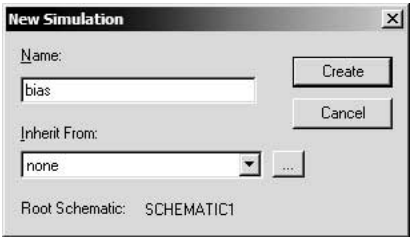

Bild 2.3: Das Fenster NEW SIMULATION. Eintrag zum Anlegen des Simulationsprofils *bias*
- profil den Namen *bias* ein (Bild 2.3). Verlassen Sie dann das Fenster